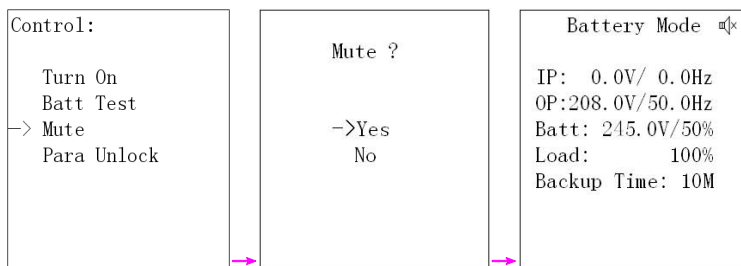

Рисунок 16 – Отключение звуковой сигнализации ИБП
- **«Mute» - Выключение звуковой сигнализации ИБП.** Для отключения звуковой сигнализации ИБП при работе в автономном режиме, по встроенной обводной цепи и при неисправности (см. табл. 4) установите курсор напротив значения «Mute», нажмите кнопку «ON/ENTER». В открывшемся окне выберите значение «Yes». После этого на LCD-дисплее отобразится главное окно, в правом верхнем углу отобразится символ отключения звуковой сигнализации (рисунок 16).